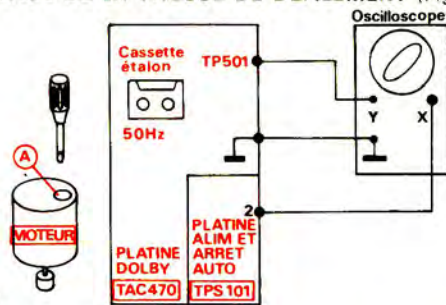

Fig. 25
1. REGLAGE DE LA VITESSE DE DEFILEMENT (Fig. 25)